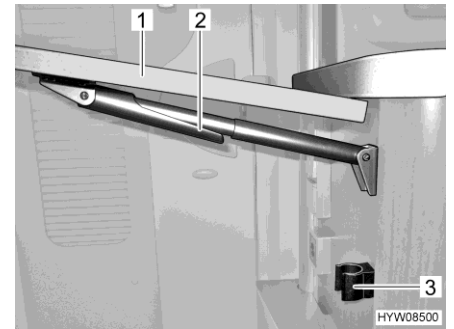

Bild 94 Fälla in klappbord till köksbänk
- Ta tag i klappbordet till köksbänk (Bild 94,1) yttre del och lyft det lätt uppåt. Med den andra handen svänger du fixeringen (Bild 94,2) vid teleskopfästet nedåt.
- Fäll bordsskivan nedåt tills teleskopfästet hakar fast i fästet (Bild 94,3).